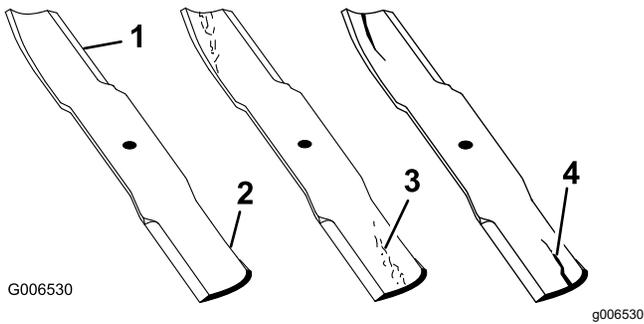

図 74
1. 刃先の部分を点検する 図 74。
4. ひび、磨耗、割れの発生などがあれば、直ちに新しいブレードに交換する 図 74。